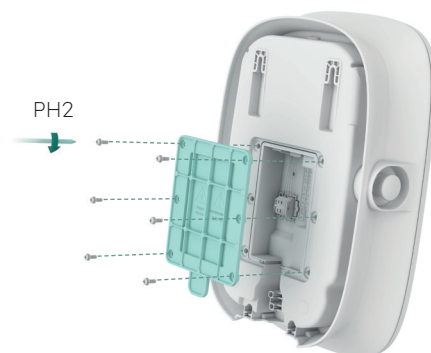

Abb. 12 Schließen der hinteren Abdeckung
- 10 Schließe die hintere Abdeckung (siehe Abb. 12).